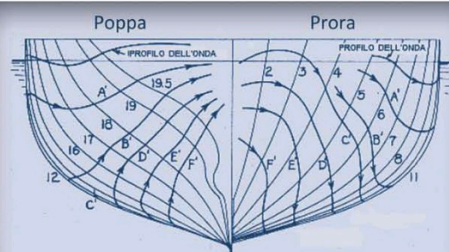

Figura 8: Linee di flusso per una carena alla massima velocità ($T_q=1,06$)
- 2) Aumento di pressione a poppa dello scafo causato dalle linee di flusso che si avvicinano. L'andamento dei filetti fluidi che corrono lungo la carena di una nave, ovviamente, variano con la velocità della stessa (Figura 8). In questa zona di poppa la velocità relativa dell'acqua rispetto allo scafo è inferiore alla velocità della nave